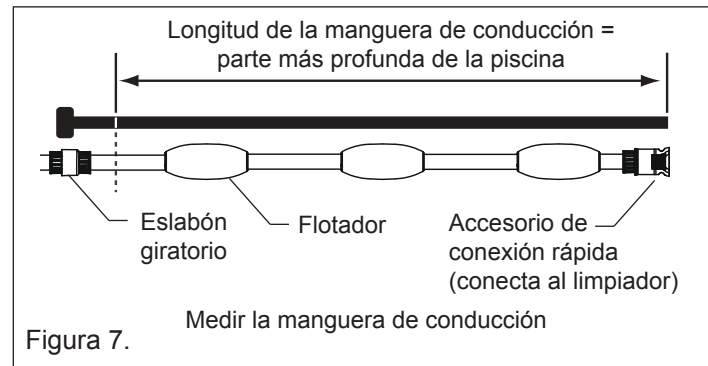

Figura 7.
2. Si la profundidad de la piscina es menor a 10 pies [3 metros], desconecte la manguera de plomo gris claro suave sección primera etiqueta con eslabón giratorio. Corte la manguera de conducción de manera tal que la longitud sea igual a la parte más profunda de la piscina. **Véase Figura 7.**